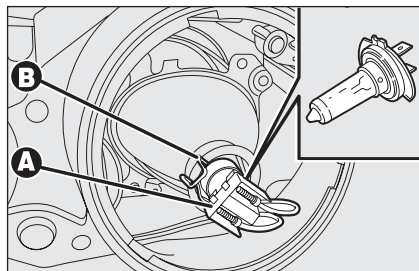

fig. 29
- scollegare il connettore elettrico **A-fig. 29**;
- rimontare la nuova lampada quindi riagganciare la molletta fermalampada **B-fig. 29**;